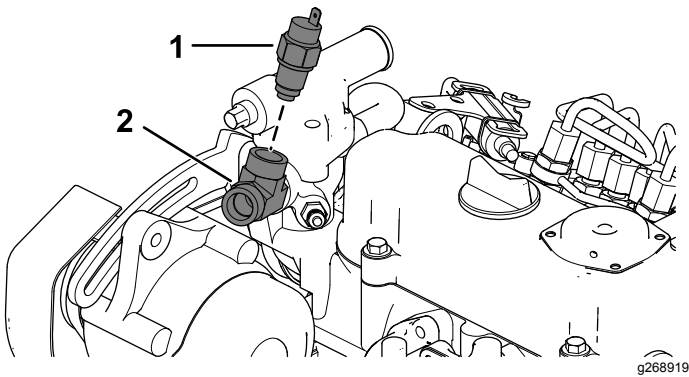

Bild 15
- B. Montieren Sie ein T-Anschlussstück (Bild 15).
C. Bauen Sie den Temperaturschalter ein (Bild 15).